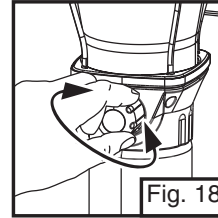

Fig. 18
- La intensidad lumínica puede ser ajustada con la válvula de combustible. (Fig. 18)